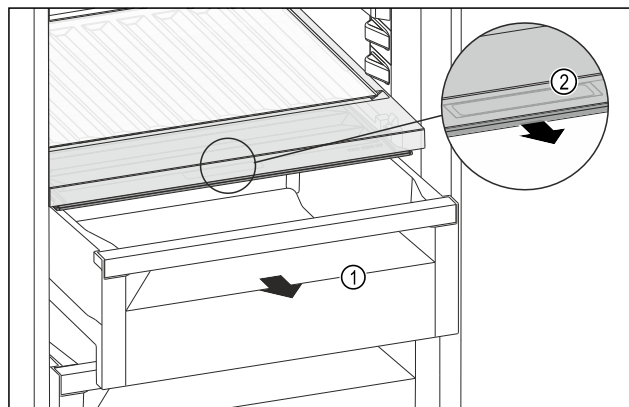

Fig. 127
- Estrarre il cassetto Fig. 127 (1).
- Afferrare la maniglia incassata Fig. 127 (2) sul coperchio dello scomparto e tirare allo stesso tempo in avanti il coperchio dello scomparto.